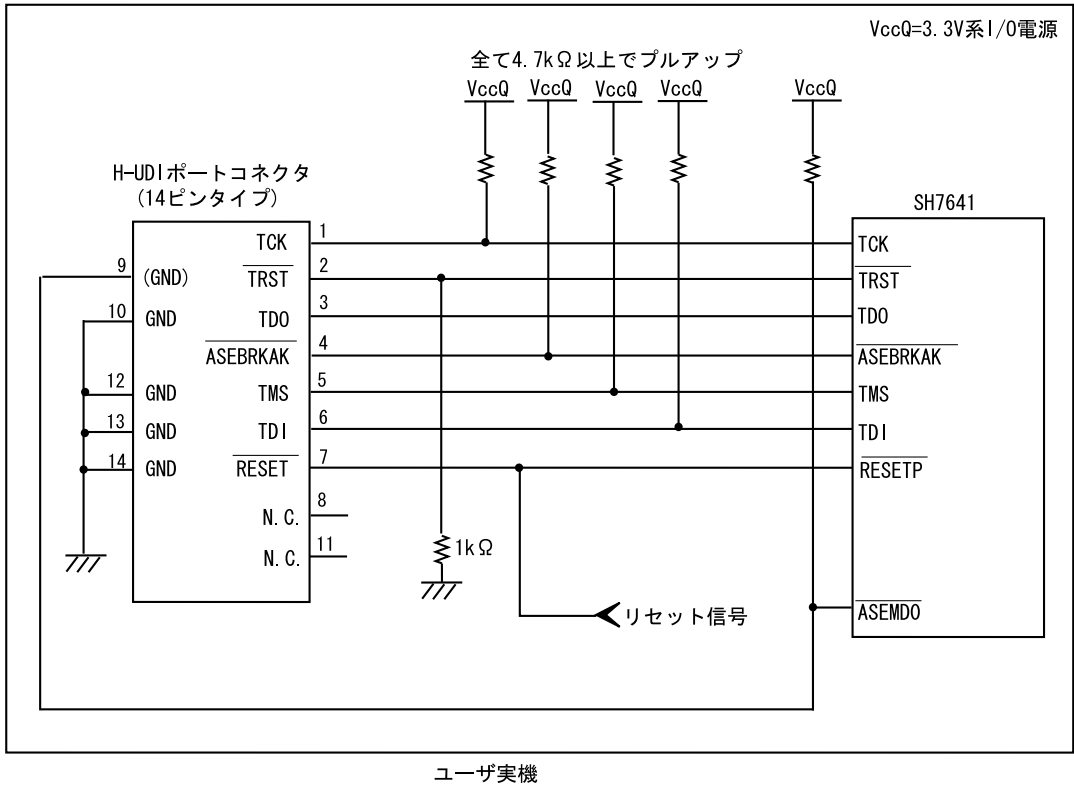

図 1.6 E10A-USB 使用時の H-UDI ポートコネクタ - チップ間の接続例
E10A-USB エミュレータ使用時の H-UDI ポートコネクタ(14 ピンタイプ)とチップ間の推奨接続例を図 1.5、UVCC 未接続時の接続例を図 1.6 に示します。
- 図 1.6 接続例で回路を組んだ場合の E10A-USB エミュレータのスイッチ設定 : SW2=0, SW3=1